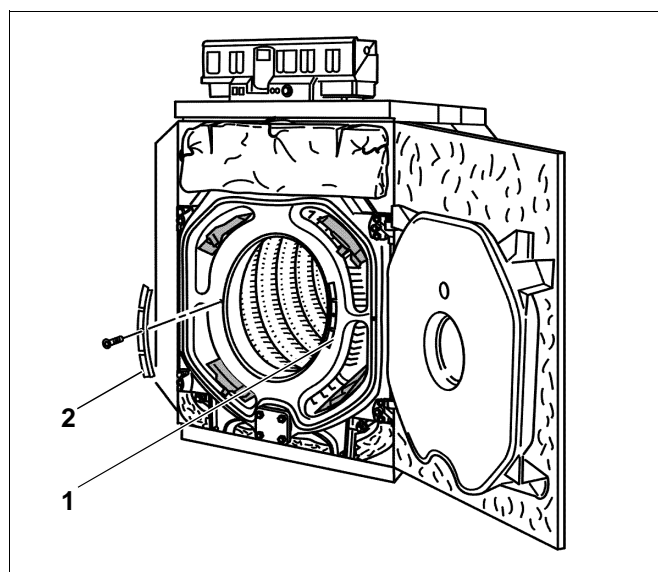
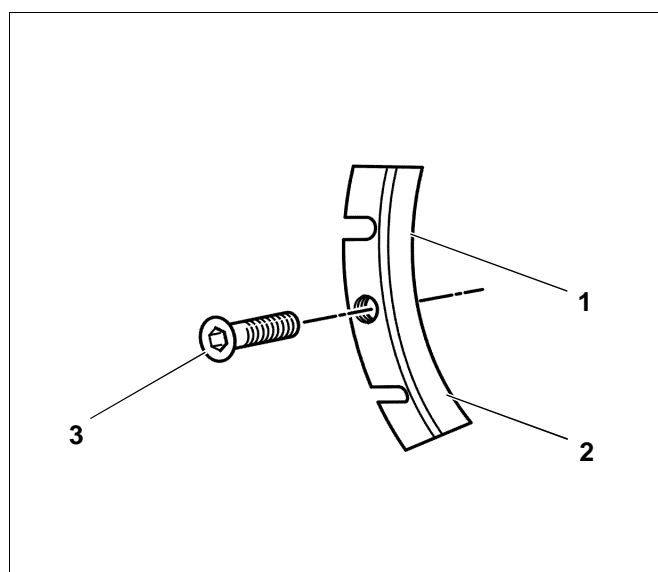

Fig. 71 Posizione delle piastre d'arresto dei gas scaldanti
Fig. 72 Piastra d'arresto dei gas scaldanti
- Staccare la vite ad incasso esagonale di ognuna delle piastra d'arresto e rimuovere le piastre d'arresto dei gas scaldanti sinistra e destra (fig. 71, **pos. 1 e 2**).
- Staccare la vite ad incasso esagonale (fig. 72, **pos. 3**) di ognuna delle piastra d'arresto e rimuovere le piastre d'arresto dei gas scaldanti sinistra e destra (fig. 71, **pos. 1 e 2**).
- Appoggiare le piastre su una base di supporto, in modo che gli intagli (fig. 72, **pos. 1 e 2**) sporgano da un bordo. Staccare con una martellata un segmento dalla piastra sinistra ed un segmento dalla piastra destra.